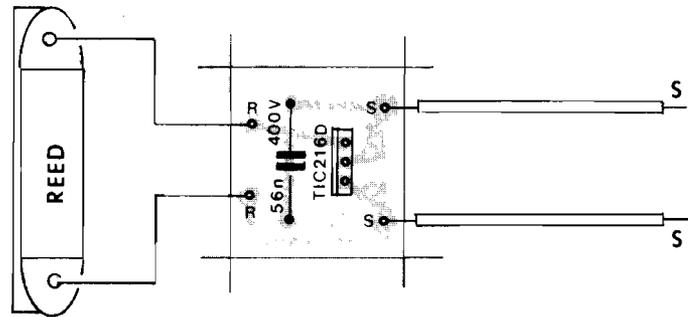

Fig. 3
- **FIG. 3** - "Chapeado" da montagem (placa vista pelo lado não cobreado, com os componentes e ligações externas já "destrinchados"...). Atenção ao posicionamento do TRIAC (TIC216D), que apresenta sua lapela metálica voltada para o centro da plaquinha. Observar também as conexões do REED e das ligações de saída (fios "S-S"). Depois de efetuadas todas as soldas, a plaquinha deve ser conferida com cuidado pois mesmo na montagem mais elementar e simples, o risco de um erro ou inversão é real... Assim, **conferir** tudo após o término das soldagens é um item **obrigatório** para o sucesso de qualquer projeto (tenha o projeto 2 componentes ou milhares deles...). se tudc estiver correto (posições, valores e códigos dos componentes, qualidade dos pontos de solda, etc.), então podem ser cortadas as "sobras" de terminais e pontas de fios, pelo lado cobreado.